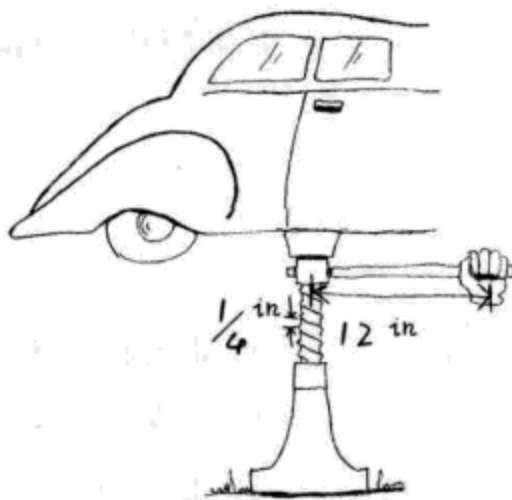

图1.17 举重物的螺旋千斤顶
(1) 用来将零件固定在一起的螺纹，利用机械增益将两块或多块物料挤压在一起。
(2) 用来抬东西或产生直线运动的螺纹（叫螺旋传动丝杠）。螺旋传动丝杠的螺纹几何尺寸与普通螺纹略有不同，物体在螺纹上滑动，就会被举起或推移，就像图 1.17 中的螺旋千斤顶一样。
对所有简单的机械来说，机械增益都是输入力与输出力的比值。螺旋千斤顶中就应用了螺纹，在换轮胎前，这种千斤顶可将车抬起来。图 1.17 中螺旋千斤顶的把手长度为 12 in，螺纹的节距是螺纹间的距离，是螺纹转动一整圈上下移动的距离。若要让千斤顶抬高  $\frac{1}{4}$  in，我们需要将长 12 in 的把手转一整圈。手的运动轨迹为一个半径为 12 in 的圆，周长等于  $2\pi$  乘以半径 ( $C=2\pi R$ )，所以机械增益为输入 ( $2\pi \times 12$  in) 除以输出 ( $\frac{1}{4}$  in)，约为 300！